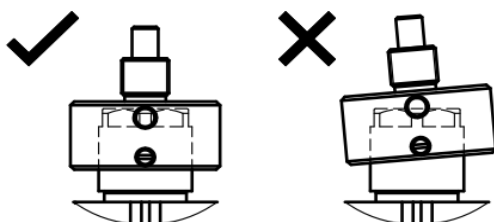
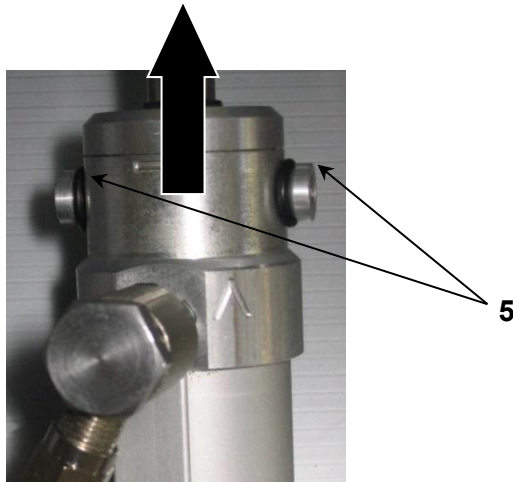

Abb. 52 Rücksetzwerkzeug / Prüfmaß.
Abb. 56 Pneumatikzylinder PUAV - Richtung der Entriegelung.
- prüfen, ob die **Rändelmutter (1)** herausgeschraubt ist; andernfalls von Hand bis zum Anschlag herausdrehen,
- den Platz für die **Thermophiole (2)** von Verunreinigungen reinigen,
- **Thermophiole (2)** so einsetzen, dass die Spitze in Richtung der Rändelschraube zeigt, anschließend die Schraube von Hand festziehen,
- **den Kolbenschieber (4)** bis zum Anschlag hineinschieben,
- die **Rändelmutter (1)** von Hand bis zum Anschlag festziehen,
- die **CO₂-Flasche (3)** von Hand einschrauben.
- das **Rücksetzwerkzeug oder Einweg-Befüllungswerkzeug** (siehe Abb. 56) vollständig in das Flascheneinschraubgewinde einschrauben,
- **Thermophiole (2)** so einsetzen, dass die Spitze in Richtung der **Spannschraube (1)** zeigt, dann mit der Hand festziehen,
- mit dem **Prüfmaß / Anzeigegerät** (Abb. 52) den Betriebszustand kontrollieren – dabei muss die Position der Nadel sichtbar sein,
- **Zylinder entriegeln (5)** durch Verschieben beider Entriegelungsschrauben in Fahrriechtung des Zylinders (wie durch den Pfeil Abb. 56 gezeigt).
- Ggf. Thermoampulle (2) austauschen.